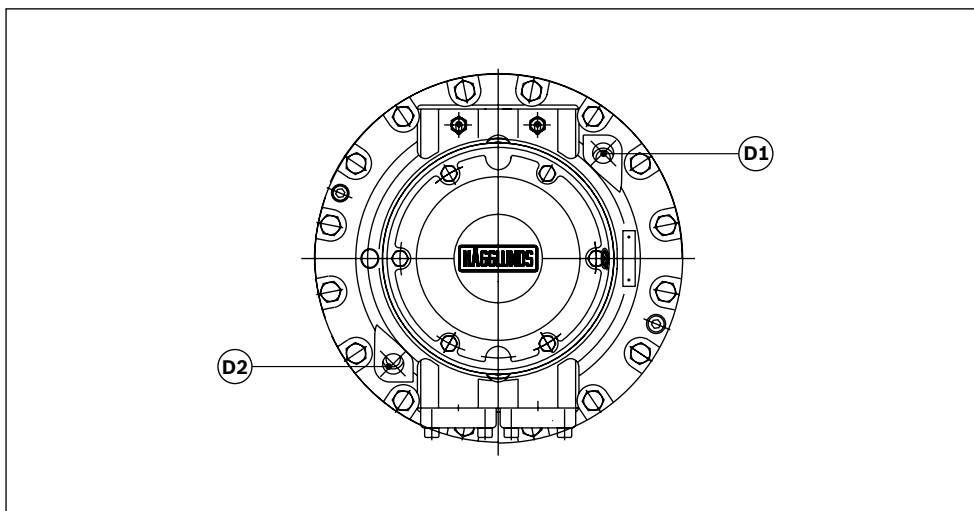

Рис. 3.12. Вертикальная линия
- Удостовериться, что при установке мотора моментный рычаг будет иметь правильное направление. Для обеспечения максимально высокого уровня масла в корпусе гидромотора необходимо повернуть его таким образом, чтобы дренажные каналы были расположены, как показано на рис. 3.12.
Для обеспечения максимально высокого уровня масла в корпусе гидромотора необходимо повернуть его таким образом, чтобы дренажные каналы были расположены, как показано на рис. 3.12.